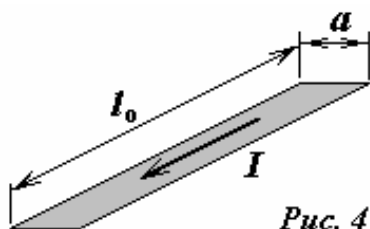

Рис. 4
*При протекании электрического тока параллельно одной из сторон (Рис. 4) прямоугольного куска пленки длиной l_0 (ширину куска обозначим a), ее электрическое сопротивление представим в виде